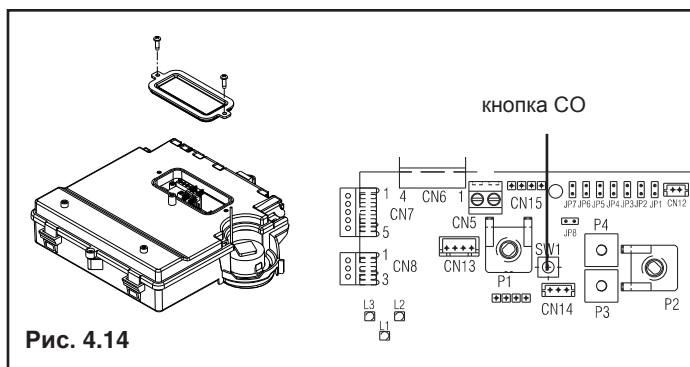

Рис. 4.14
- снимите крышку с платы (рис. 4.14)
ЗАМЕЧАНИЕ: для того чтобы получить доступ к кнопке P1 необходимо снять крышку панели управления и найти плату дисплея (рис. 4.14а).
Удерживайте нажатой кнопку P1 на дисплее (рис. 4.14а), по крайней мере, в течение 10 секунд, чтобы перейти в режим программирования. Три параметра и их значения будут циклически отображаться на дисплее (рис. 4.14б). Для того чтобы изменить значение какого-либо параметра ещё раз нажмите кнопку P1 во время отображения самого параметра, и удерживайте её нажатой до тех пор, пока значение параметра не изменится с 0 на 1, или наоборот (примерно 2 секунды). Котёл автоматически выйдет из режима программирования через 5 минут, либо при отключении электрического питания.
Рис. 4.14а
Рис. 4.14б